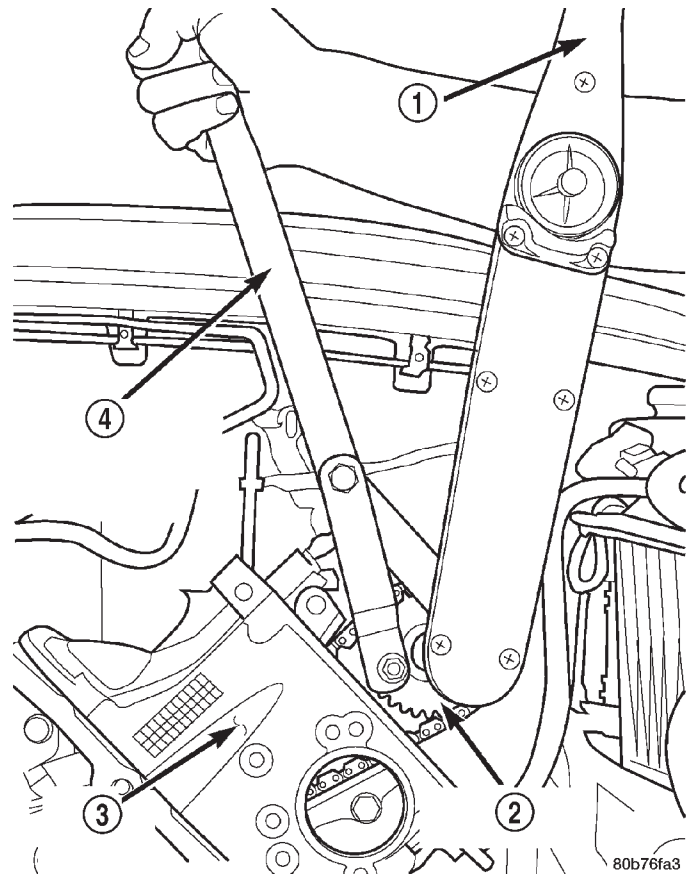
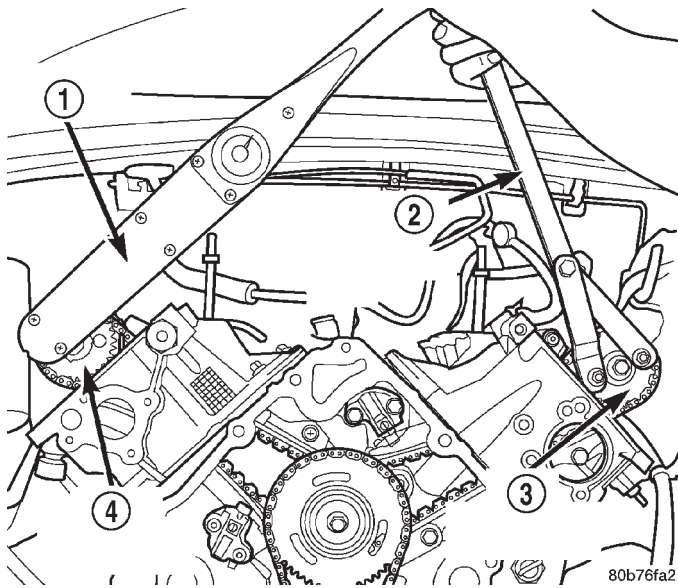

Abb. 81 Schraube des rechten Nockenwellenrads festziehen
Abb. 82 Schraube des rechten Nockenwellenrads festziehen
(18) Mit Spezialwerkzeug 6958 (Schlüssel) und Adapterstiften 8346 die Schrauben des linken (Abb. 81) und rechten (Abb. 82) Nockenwellenrads mit einem Anzugsmoment von 122 N·m (90 ft. lbs.) festziehen.
(19) Kurbelwelle zwei volle Umdrehungen drehen. Prüfen, ob sich die Einstellmarkierungen an den folgenden Stellen befinden: